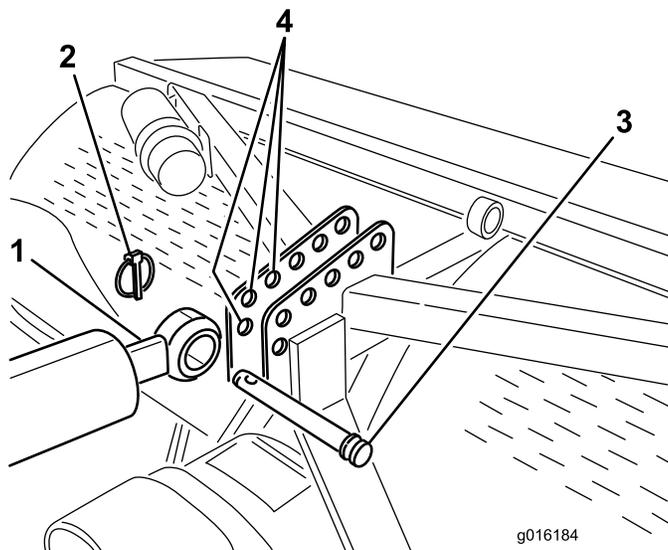
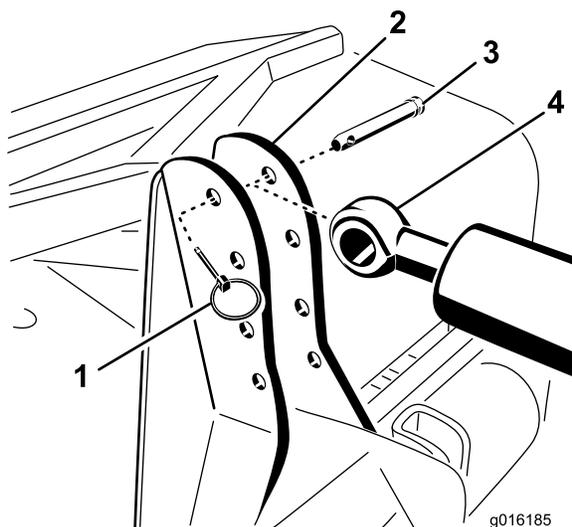
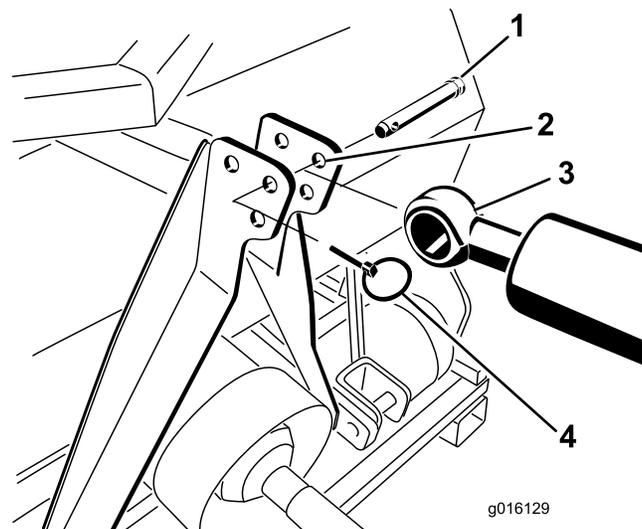

Figure 6
Figure 7
Figure 8
7. Fixez le côté tige du bras de liaison supérieur hydraulique au trou le plus avant possible dans le support de l'aérateur avec un axe d'articulation et une goupille à anneau (Figure 6, Figure 7 ou Figure 8).